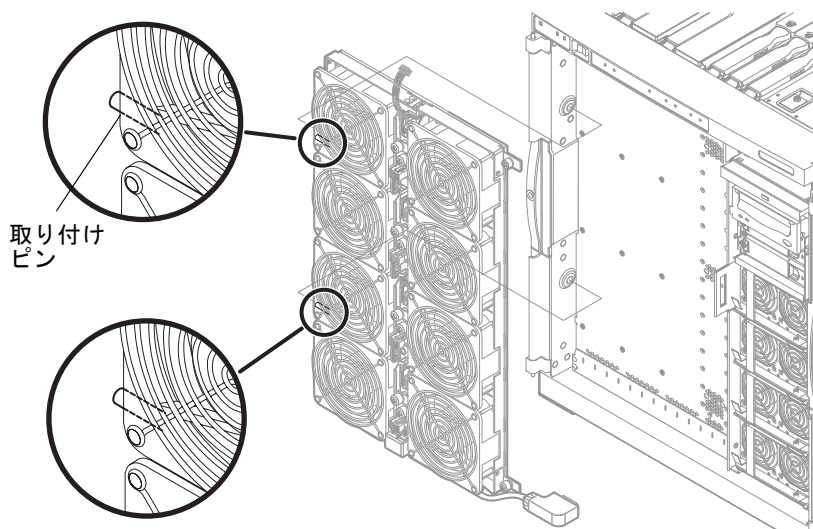

図 7-7 ファントレーの取り外し
8. トレーを少し右に引いて、取り付けピンを外します (図 7-7)。